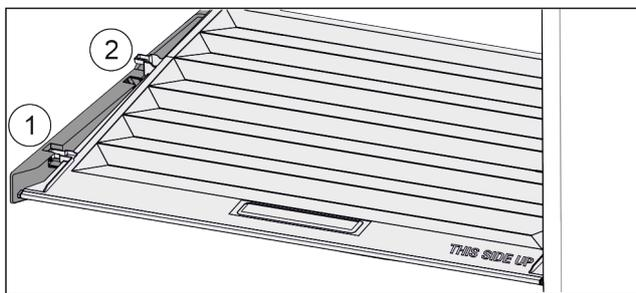

Fig. 59
- ▶ Потянуть крышку до отверстия в поддерживающих деталях вперед Fig. 59 (1).
- ▶ Поднять сзади снизу и извлечь Fig. 59 (2) движением вверх.